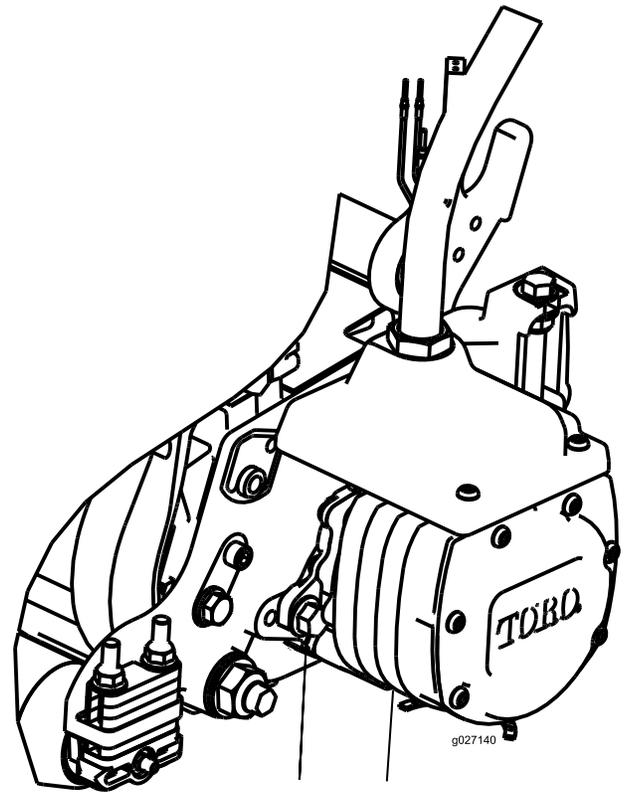

图11
14. 以顺时针旋转的方式插入马达，以使马达法兰与螺栓保持一定空隙（图11）。逆时针旋转马达，直至法兰环绕住螺栓，然后拧紧螺栓。